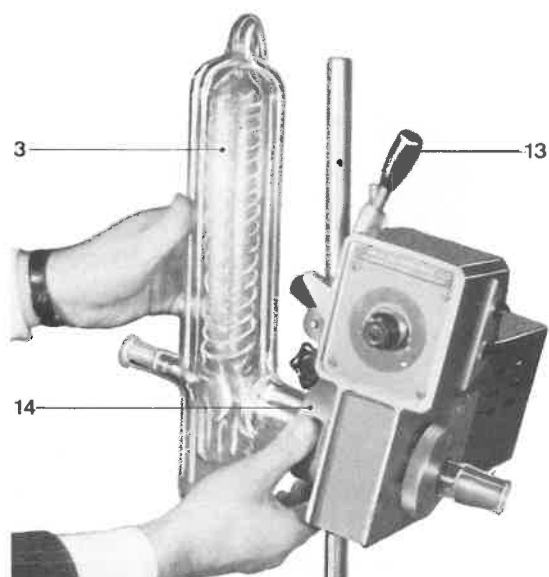

Fig. 5 - Pose du CONDENSEUR
5° - Mettre en place le CONDENSEUR (3) à l'aide de la BAGUE DE SERRAGE (14) prévue à cet effet. Vérifier la verticalité indispensable de l'appareil à l'aide de la VIS DE REGLAGE D'INCLINAISON (13) (Voir fig.5)